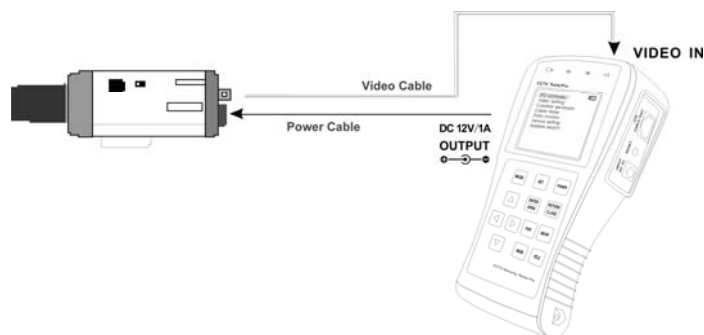

Рис. 3.14
- Подключите камеру с напряжением питания 12 вольт и с током потребления не более 1 ампера к выходу CCTV-тестера (Рис. 3.14).